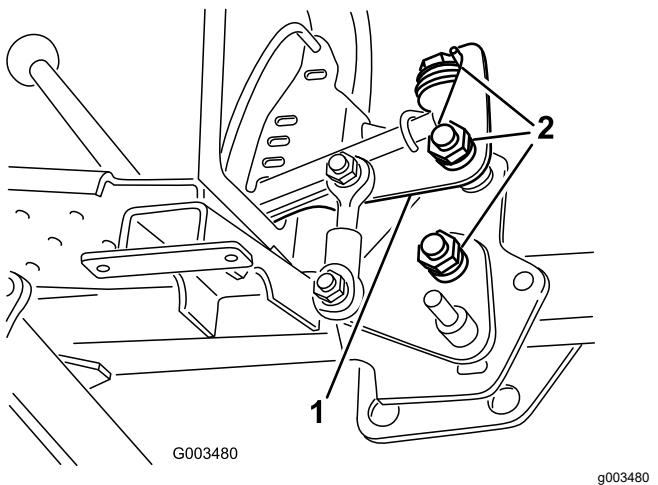

**Bild 3**
**Hinweis:** Der Griff sollte zwischen der Arretierungsplatte und der Griffführung durchgeführt werden (Bild 3).
7. Befestigen Sie die Arretierungsplatte mit zwei Schrauben (5/16" x 2-1/4"), den beiden Scheiben, die in Schritt 4 entfernt wurden, und zwei Sicherungsmuttern (5/16") hinten am rechten hinteren vertikalen Rahmenrohr. Positionieren Sie die Teile so, wie in Bild 3 abgebildet.
8. Drehen Sie das Handrad auf den Hubhebel (Bild 3).